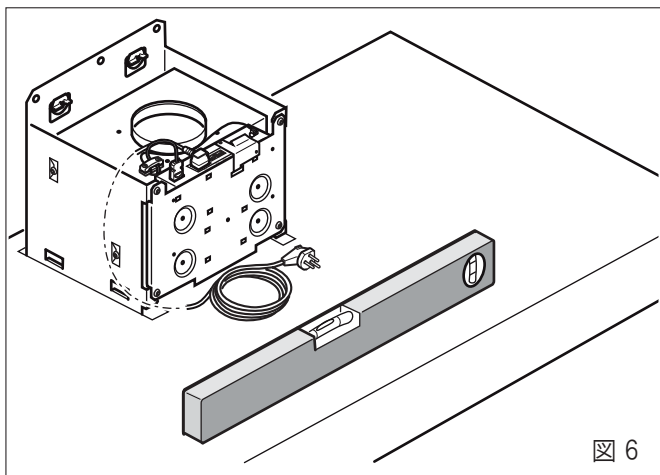

図 6
7. 本体取付用ブラケットのビスを完全に閉めてください。最後に水平器で水平を確認してください。(図 6)